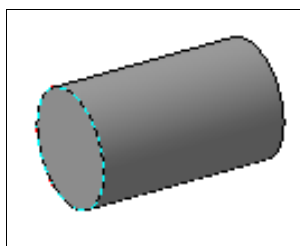

Рис. 26.19. Модель
- ♦ создайте модель **Ось**, как на рис. 26.19;